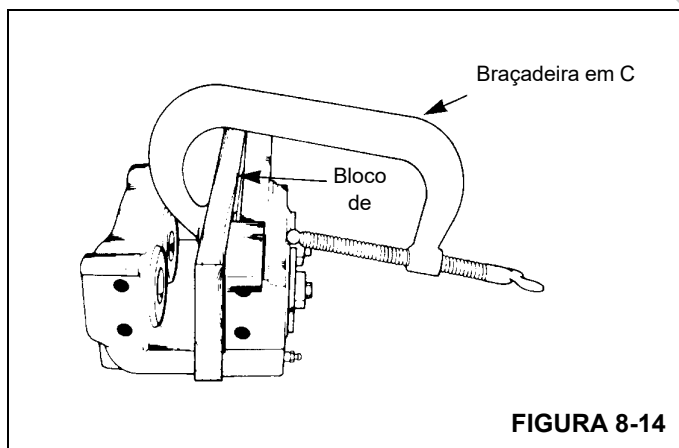

FIGURA 8-14
- a. Use uma braçadeira em C fixar prender um bloco de madeira de 12,7 mm (0.5 pol.) contra os dois pistões no lado de montagem da carcaça. Verifique se a braçadeira C não está na área em frente ao furo do pistão. Consulte a Figura 8-14.